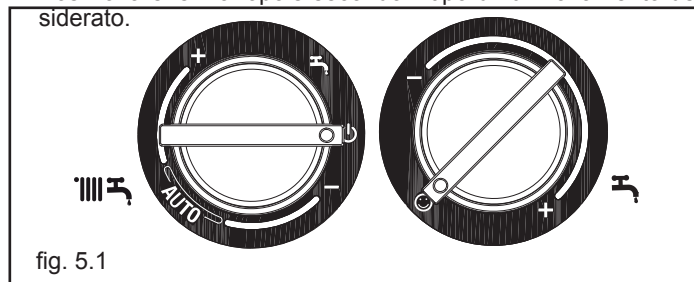

fig. 5.1
- Portare il selettore di funzione su  per spegnere la caldaia (fig. 5.1)
- Ruotare il selettore regolazione temperatura acqua sanitario nella posizione  (fig. 5.1).